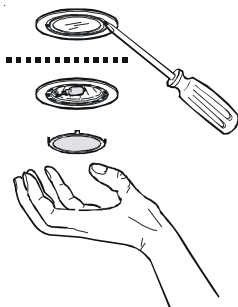

Рис. 5
- Чтобы открыть плафон, вставьте под него отвертку, как показано на **рис. 5**, и снимите его.